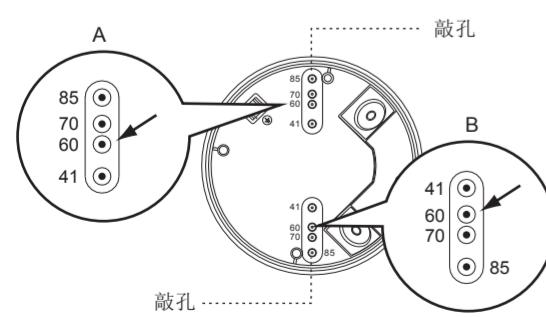

图 13-A
4.4.3.1 接线盒上共有四对敲孔，距离从 41 mm 到 85 mm 不等；可以对其进行选择，用于不同的安装（见图 13-A）。在两端选择相应距离的两个相同数值，以便于固定（见图 13-B）。